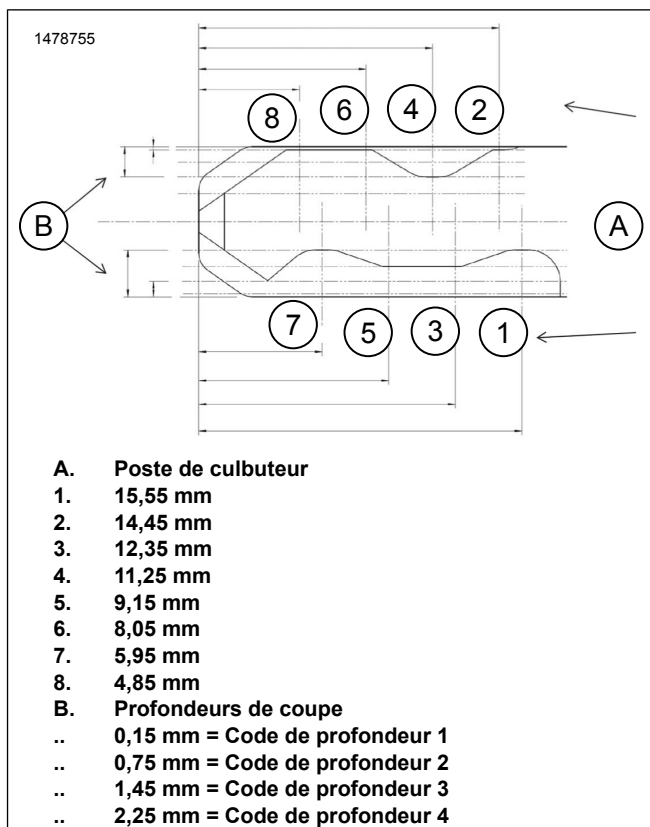

Figure 5. Diagramme de code de clé
Voir la figure 5. Les positions de clé 1, 2, 3 et 4 ne sont **PAS** utilisées pour cet ensemble serrure.
1. Voir la figure 5. Mesurer les profondeurs de coupe aux positions de clé 5, 6, 7 et 8 sur la clé Équipement d'origine (Équipement d'origine).
3. En fonction des profondeurs de coupe mesurées, écrire les codes de profondeur clés de Figure 5 dans la colonne Depth Code (Code de profondeur) de Tableau 3.